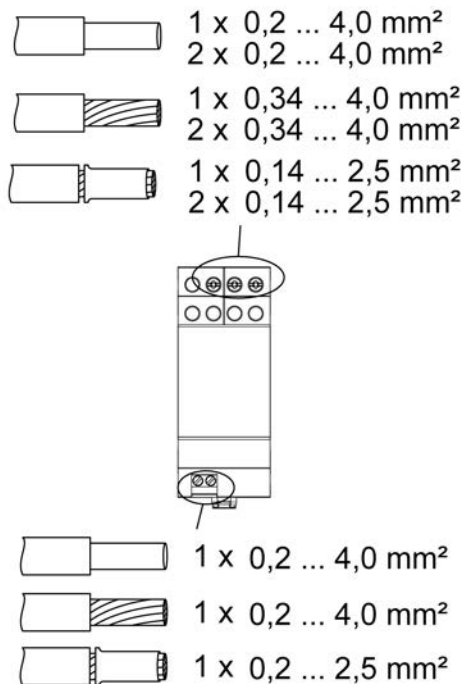

рисунок 3: Зажимаемое поперечное сечение провода
- При этом следует соблюдать зажимаемое поперечное сечение провода под клемму (рисунок 3).